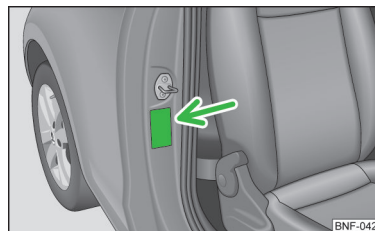

Fig. 11
- Pe stlpul B, pe partea pasagerului față » **fig. 11**. Eticheta poate fi observată după deschiderea portierei pasagerului față.